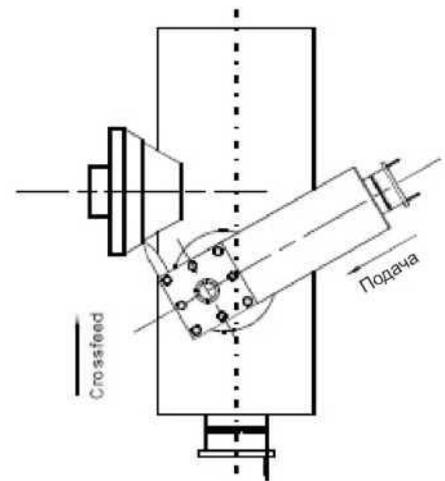

Рисунок 20
10.5 Обработка конусов с использованием верхних салазок (рисунок 20)